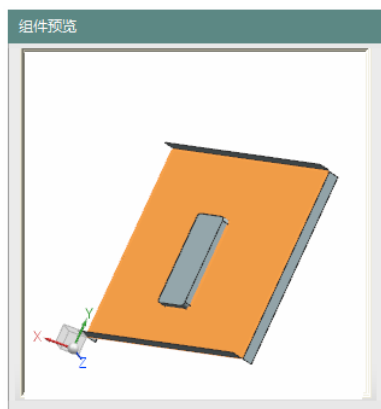
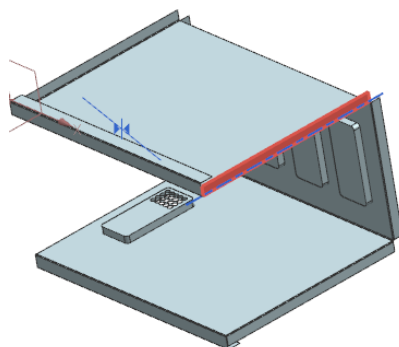

图 11-310 选择相配部件
图 11-311 选择基础部件
(4) 在“装配约束”对话框中, 选择“距离”类型, 在视图区选择相配部件和基础部件, 如图 11-310 和图 11-311 所示。单击按钮。